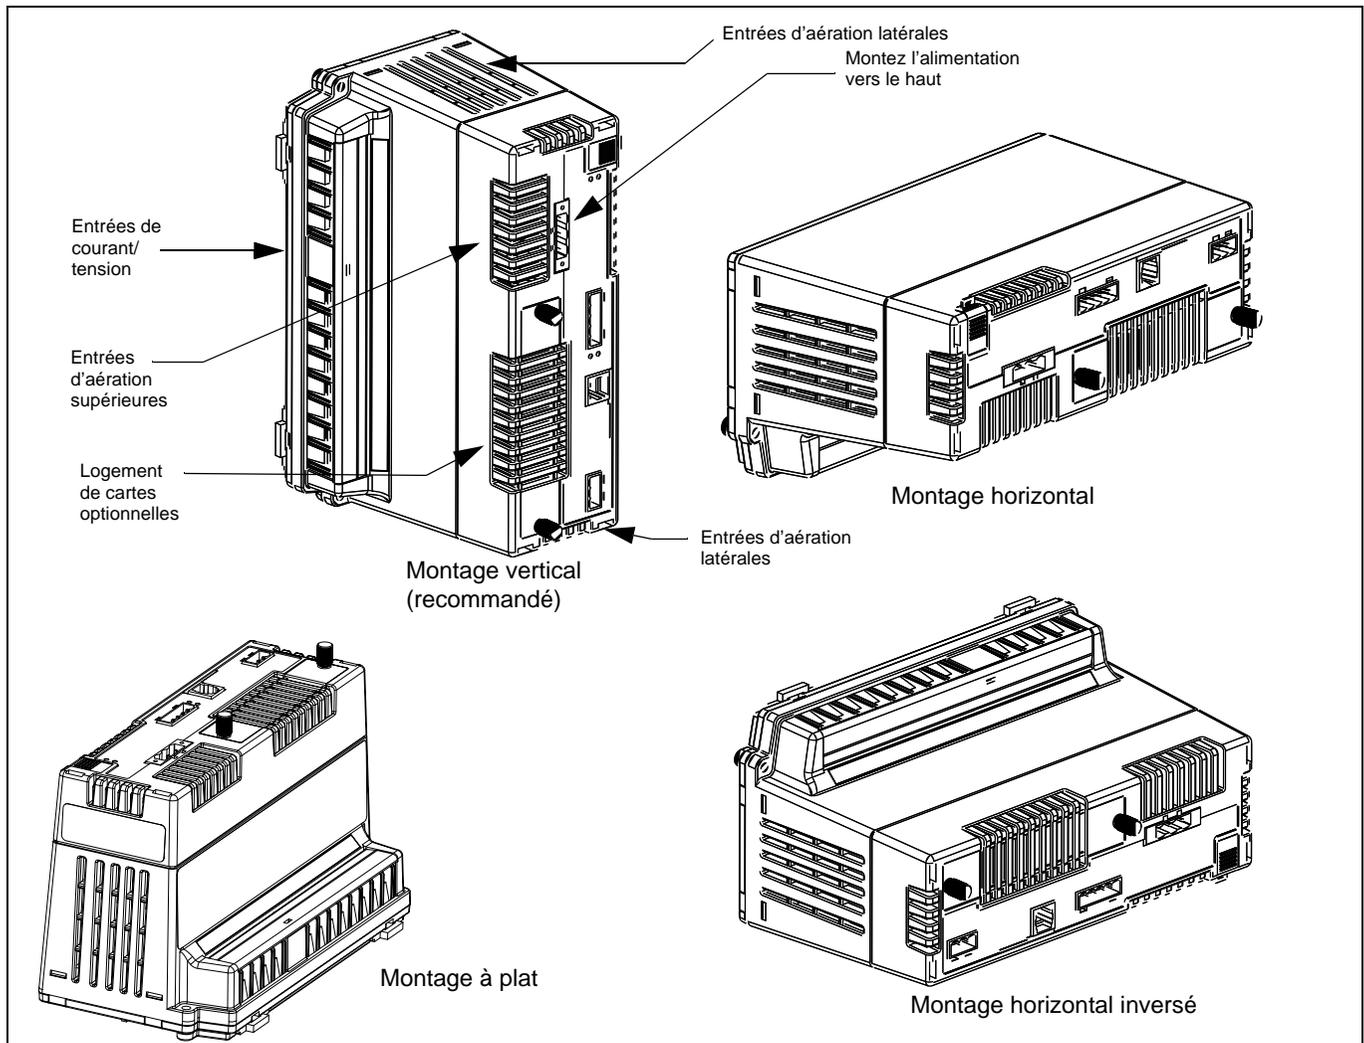

Figure 4–3 : Orientations possibles du Circuit Monitor
Les orientations de montage recommandées sont présentées sur la Figure 4–3. Avant de choisir un emplacement de montage, tenez compte des points suivants :
- Facilitez l'accès à tous les éléments du Circuit Monitor. Laissez de la place pour tous les fils, sectionneurs de fusible, blocs de court-circuitage, accessoires, ou autres composants. Assurez-vous de faire passer les fils de manière à ce qu'ils ne couvrent pas le logement de carte optionnelle, ni les entrées d'aération du Circuit Monitor. Reportez-vous à la Figure 4–4 à la page 20 pour les distances nécessaires.
- Pour la conformité aux normes de la Communauté Européenne (CE), reportez-vous à la section « Protection requise pour la conformité CE » à la page 36.